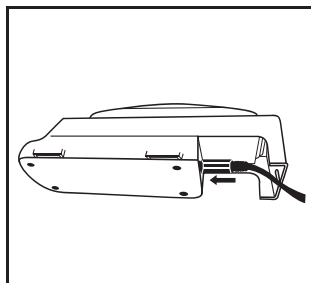

Fig. 1a
- Cargador de batería para una estación 3M™ TR-341N: Inserte el cordón de corriente CD del Suministro de corriente 3M™ TR-941N en la celda (Fig. 1a). Conecte el cable de corriente en una fuente de energía CA (100-240V), como una entrada de corriente en la pared.